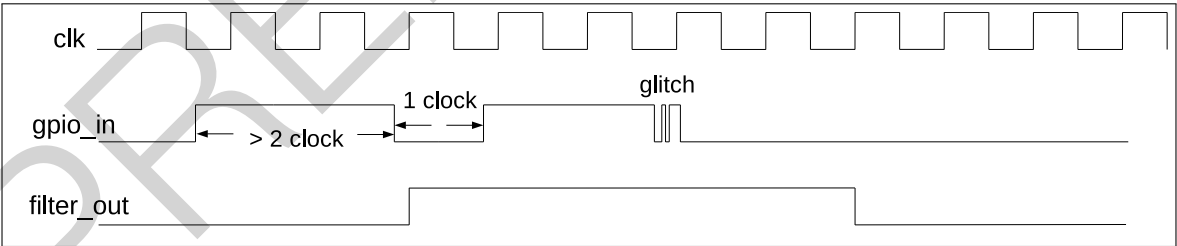

图 5-5. GPIO 输入信号滤波时序图
- 可选：置位 `IO_MUX_GPIO n _FILTER_EN` 使能 GPIO 管脚的输入信号滤波功能，如图 5-5 所示。只有当输入信号的有效宽度大于两个时钟周期时，输入信号才会被采样。否则，输入信号将会被滤掉。